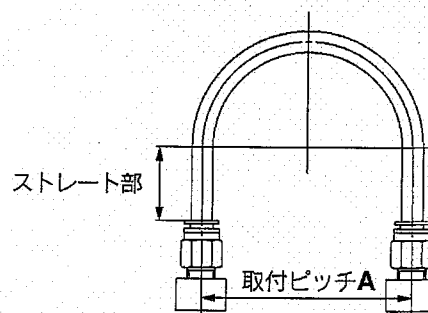
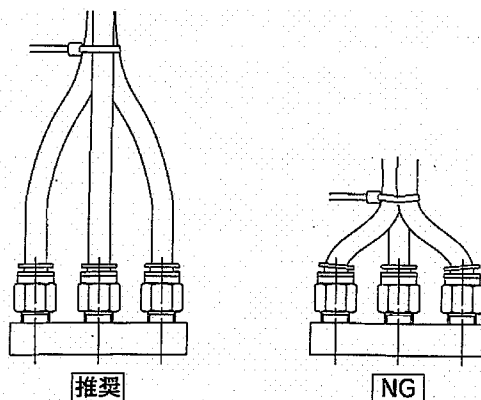

図1 推奨配管図
図2 結束バンドで配管を束ねた場合
- (1) ワンタッチ管継手に配管する際は、図1の推奨配管条件にて、チューブ長さに余裕を持った配管をお願いします。また、結束バンドなどで配管を束ねる場合には継手に外力が加わらないように配管願います。(図2参照)